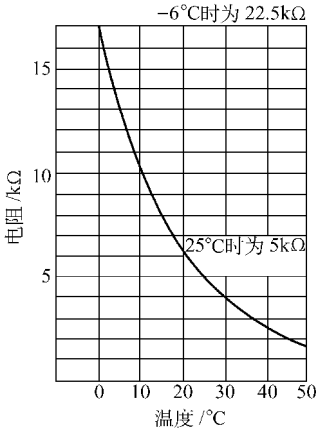
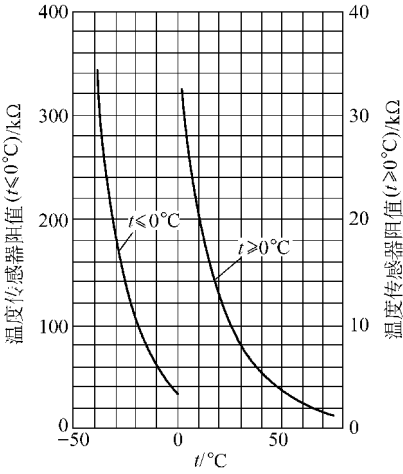

图 19-14 空气温度传感器阻值温度特性
图 19-16 室外环境温度传感器阻值温度特性
室内机、室外机的各温度传感器的特性如图 19-14 ~ 图 19-16 所示。
(1) 检测室内机吸入空气温度、室内空气热交换器温度、室外空气热交换器温度用的空气温度传感器的温度性能, 如图 19-14 所示。
(3) 室外环境温度传感器阻值温度特性如图 19-16 所示。